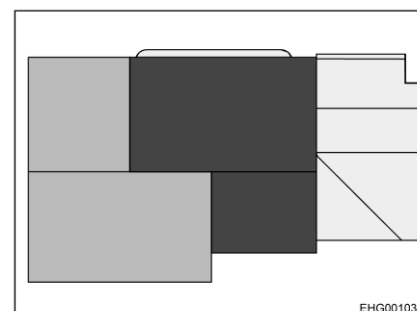

Fig. 107 Dopo la trasformazione (vista dall'alto)
- Posizionare il cuscino aggiuntivo sul tavolo, come mostrato nella Fig. 107.